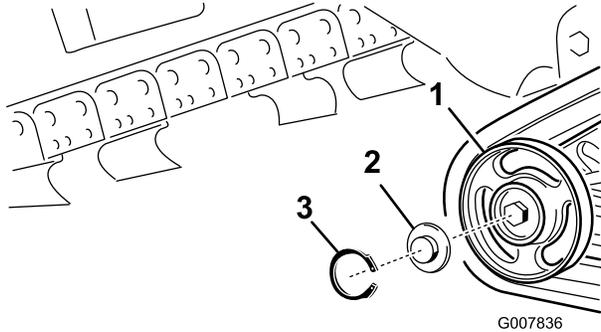

Figura 52
2. Rimuovete l'anello elastico e il tappo da una ruota non motrice (Figura 52).
3. Controllate il grasso sotto il tappo e attorno alla guarnizione (Figura 52). Se risulta sporco, sabbioso o consumato, eliminatelo completamente, sostituite la guarnizione e applicate il grasso nuovo.
5. Collocate il tappo ingrassato della ruota non motrice sulla testa del bullone (Figura 52).
6. Fissate il tappo della ruota con l'anello elastico (Figura 52).